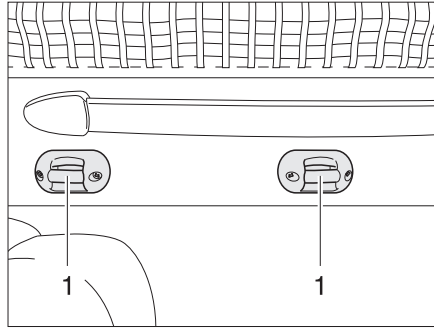

Fig. 110 Soporte escalera de ascenso
- Enganchar la escalera de ascenso a las grapas (Fig. 110,1) de la cama elevada con los dos ganchos.